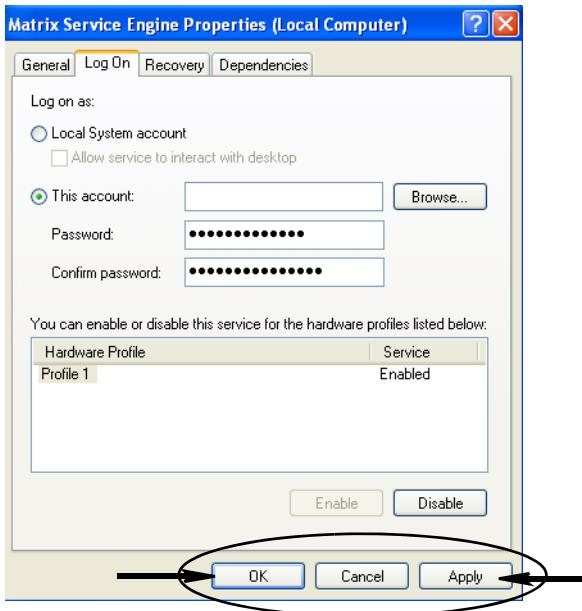

Рис. 41
- Если компьютеру не удается найти имя пользователя, появится сообщение об ошибке (Рис. 41 на стр. 42). Перейдите к шагу 10.
9. Нажмите «Применить», чтобы изменения вступили в силу, затем нажмите «OK» (Рис. 41).